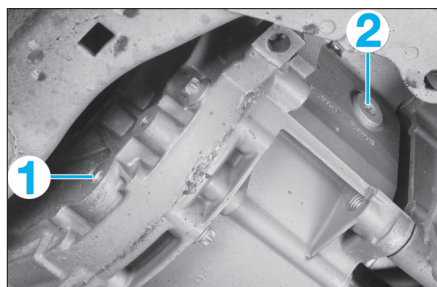

FIG. 8
- Déposer le bouchons de vidange d'huile (1) (fig. 8).
- Déposer le bouchon de contrôle du niveau (2).
- Faire le plein d'huile jusqu'au bord inférieur de l'orifice de contrôle (2).